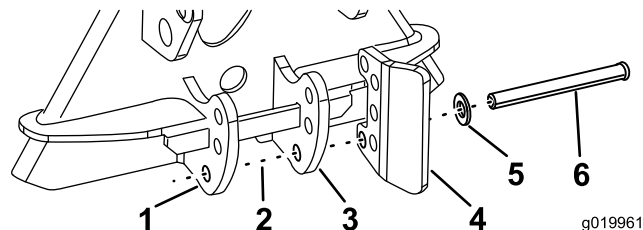
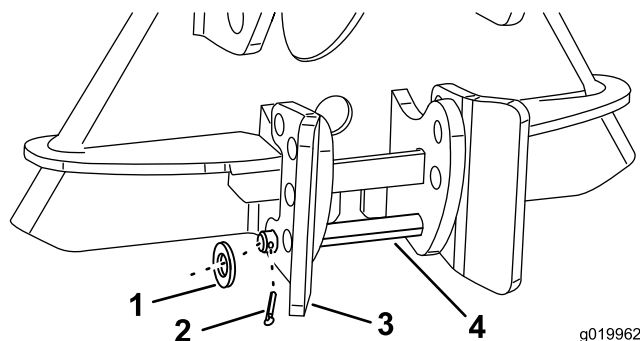

図 8
図 9
1. レーキ・ストッププレートのうちの1枚の、一番低い位置にある穴にクレビスピンとワッシャをセットし、右側のストッププレートと、ラッチ機構に通す (図 8)。
2. ピンを、左側ストッププレート、および残りのレーキ・ストッププレートのうちの一番低い穴に通す (図 8 と 図 9)。
3. クレビスピンにワッシャを通し、このワッシャをコッターピンで固定し、コッターピンの端部を折り曲げて固定する (図 9)。